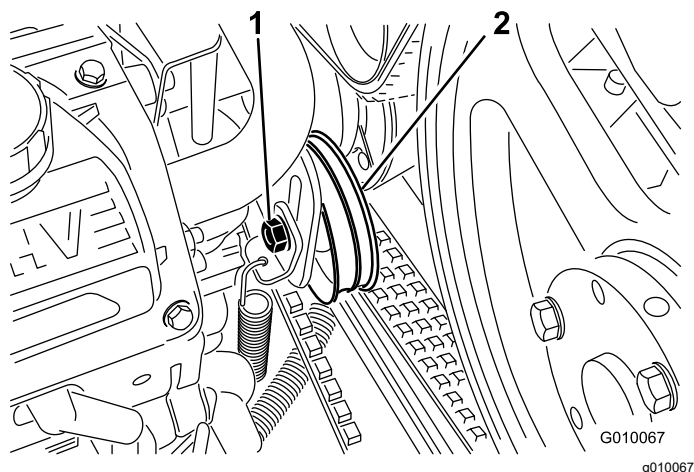

Figura 59
- Slăbii urubul de ghidare al curelei pompei doar atât cât este necesar pentru a permite micarea în fanta de reglare (Figura 59).